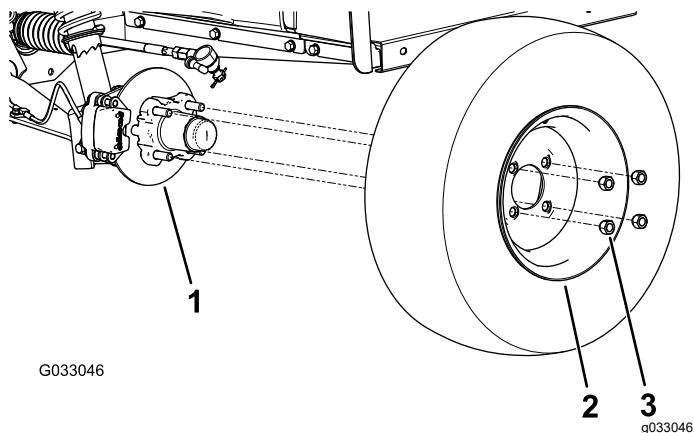

Figure 30
2. Retirez les 4 écrous de roue qui fixent la roue au moyeu (Figure 30).
4. Alignez les trous dans la roue et les goujons du moyeu puis montez la roue sur le moyeu en plaçant la valve à l'extérieur (Figure 30). **Remarque:** Vérifiez que la surface de montage de la roue affleure le moyeu.
5. Fixez la roue au moyeu avec les écrous de roue (Figure 30). Serrez les écrous de roues à un couple de 108 à 122 N·m.